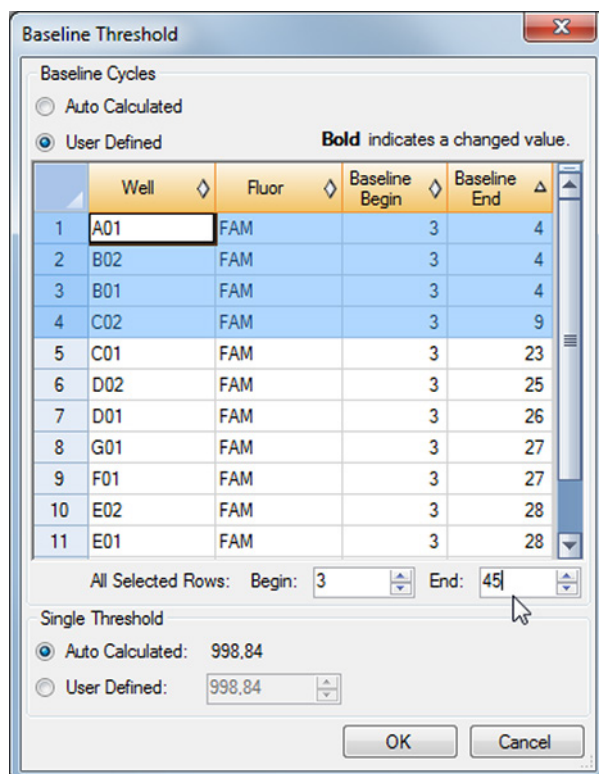

Abb. 5: Dialogfenster Baseline Threshold (Baseline-Schwellenwert)
3. Klicken Sie in der Menüleiste des Fensters Data Analysis (Datenanalyse) auf **Settings** → **Baseline Threshold...** (Einstellungen → Baseline-Schwellenwert...), um das Dialogfenster Baseline Threshold (Baseline-Schwellenwert) zu öffnen (siehe Abbildung 5).
- Wählen Sie alle Zeilen mit einem **Baseline End** (Baseline-Ende) Wert zwischen 1 und 9 aus (siehe Abbildung 5).
- Setzen Sie den Wert im Feld **End:** (Ende:) für die ausgewählten Zeilen auf 45 (siehe Abbildung 5).
- Wiederholen Sie die Schritte 3–7 für den Detektionskanal VIC™ (IC).